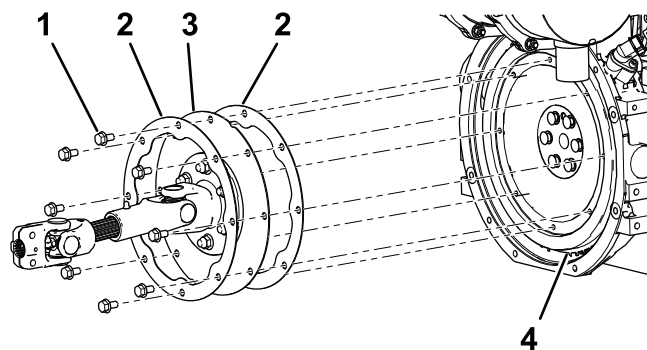

Figure 4
9. Placez une bague d'appui de chaque côté de la grande extrémité du nouvel arbre de transmission (Figure 4).
10. Alignez les trous de la grande extrémité du nouvel arbre de transmission et des bagues d'appui sur les trous du volant moteur (Figure 4).
11. Appliquez du frein-filet moyenne résistance enlevable sur les filets des 8 vis à embase courtes fournies (Figure 4).
12. Fixez l'arbre de transmission et les bagues d'appui au volant moteur à l'aide des 8 vis à embase fournies (Figure 4).